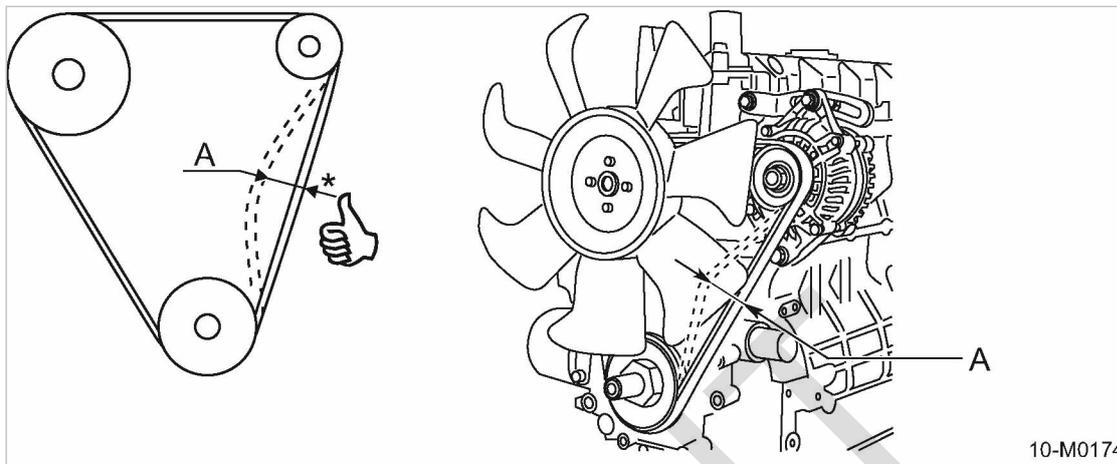

Рис. 52 Проверка натяжения ремня рукой
1. Проверка натяжения ремня рукой (см. рисунок 52).